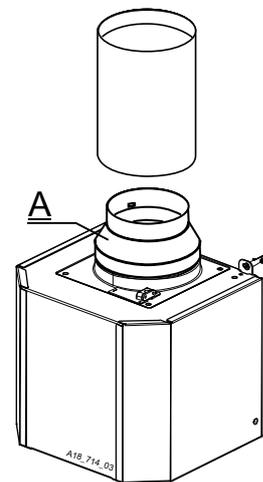

Рис. 5
- Вентилятор может отводить воздух наружу через жесткую или гибкую трубку диаметром 120 или 150 мм, выбор остается за установщиком. Если вы используете трубу диаметром 120 мм, необходимо использовать редуцированный фланец **A** на выводном отверстии (рис. 5)